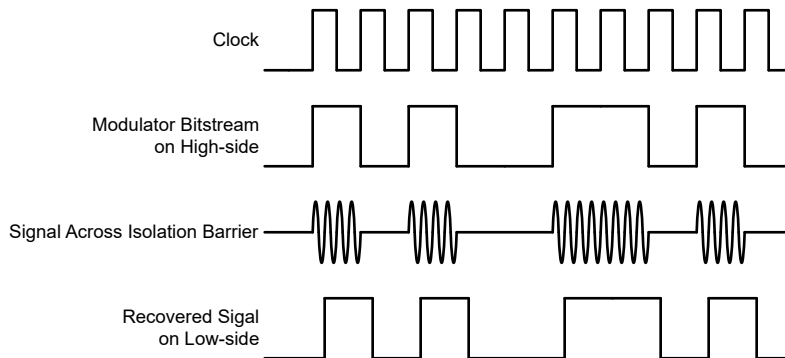

图 6-3. 基于 OOK 的调制方案
AMC3306M25-Q1 使用开关键控 (OOK) 调制方案（如图 6-3 所示），跨过基于 SiO_2 的隔离栅来传输调制器输出位流。功能方框图中所示的发送驱动器 (TX) 跨过隔离栅发送一个内部生成的高频载波来表示数字一，而 TX 不发送信号则表示数字零。AMC3306M25-Q1 内使用的载波标称频率为 480MHz。